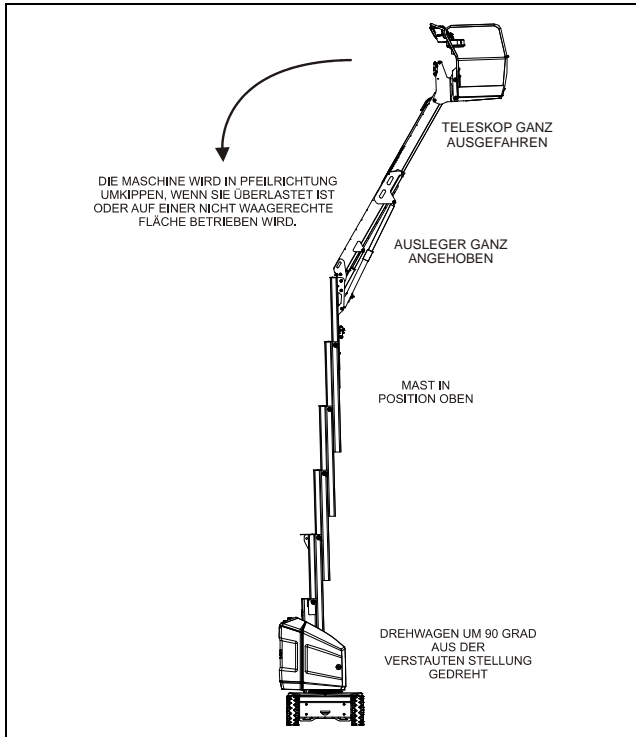

Bild 3-1. Stellung der geringsten Rückwärtsstabilität
Die Stabilität der Maschine beruht auf zwei (2) Bedingungen, die als VORWÄRTSSTABILITÄT und RÜCKWÄRTSSTABILITÄT bezeichnet werden. Die Maschinenstellung mit der geringsten VORWÄRTSSTABILITÄT ist in (Siehe Bild 3-2.) und die Stellung mit der geringsten RÜCKWÄRTSSTABILITÄT in (Siehe Bild 3-1.) dargestellt.